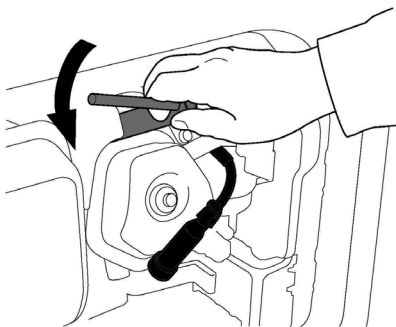

Рис. 21 Обслуживание свечи зажигания
3. Открутите свечу зажигания свечным ключом (Рис. 21).